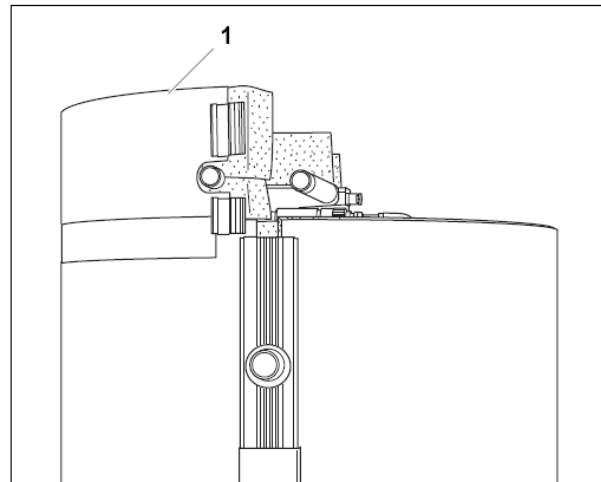

Рис. 8 Кільцевий теплоізоляційний сегмент для модуля LAP
- Двоелементний кільцевий теплоізоляційний сегмент для модуля LAP установити навкруг верхньої обшивки бойлера (отворами до місця підключення) та зчепити між собою (Рис. 8, Поз. 1).